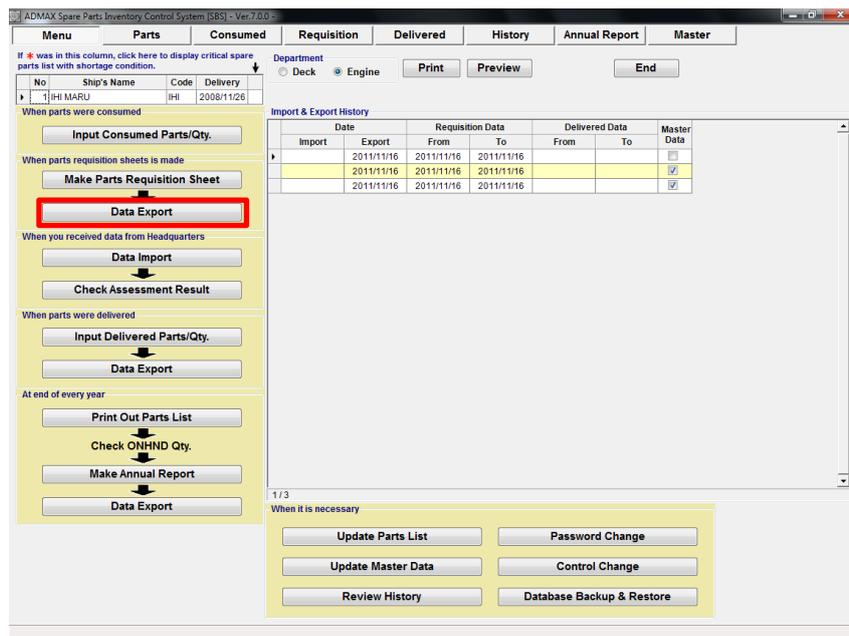
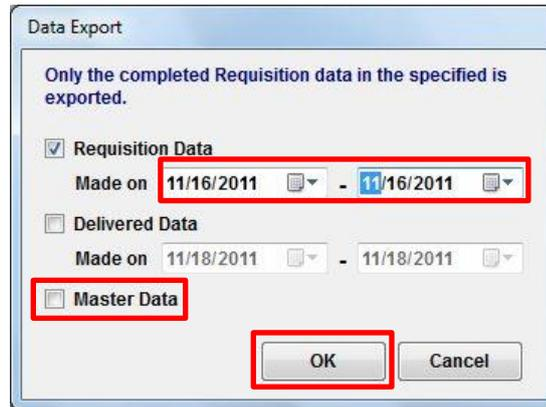

図 6.6 Menu
図 6.7 Data Export
15. “Menu”画面(図 6-6)上で [Data Export]を選択すると “Data Export”画面(図 6-7) が表示されます。